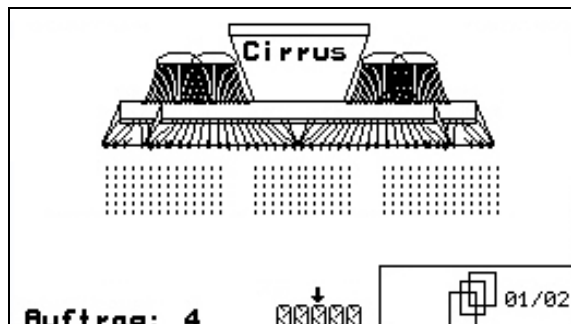

Fig. 57
1. Vorgewende auf allen Rädern vorwählen (Fig. 57).